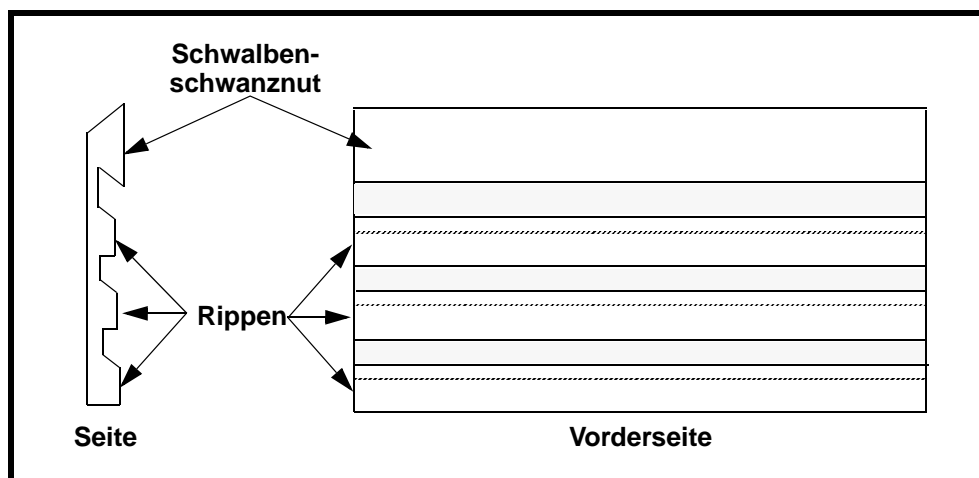

Abbildung 3. Urethansekundärdichtung
- b. Die Sekundärdichtung auf die Primärdichtung legen, wobei Schwalbenschwanznut und Rippen zur Primärdichtung gerichtet und der Schwalbenschwanz oben sein muß (siehe Abb. 3).